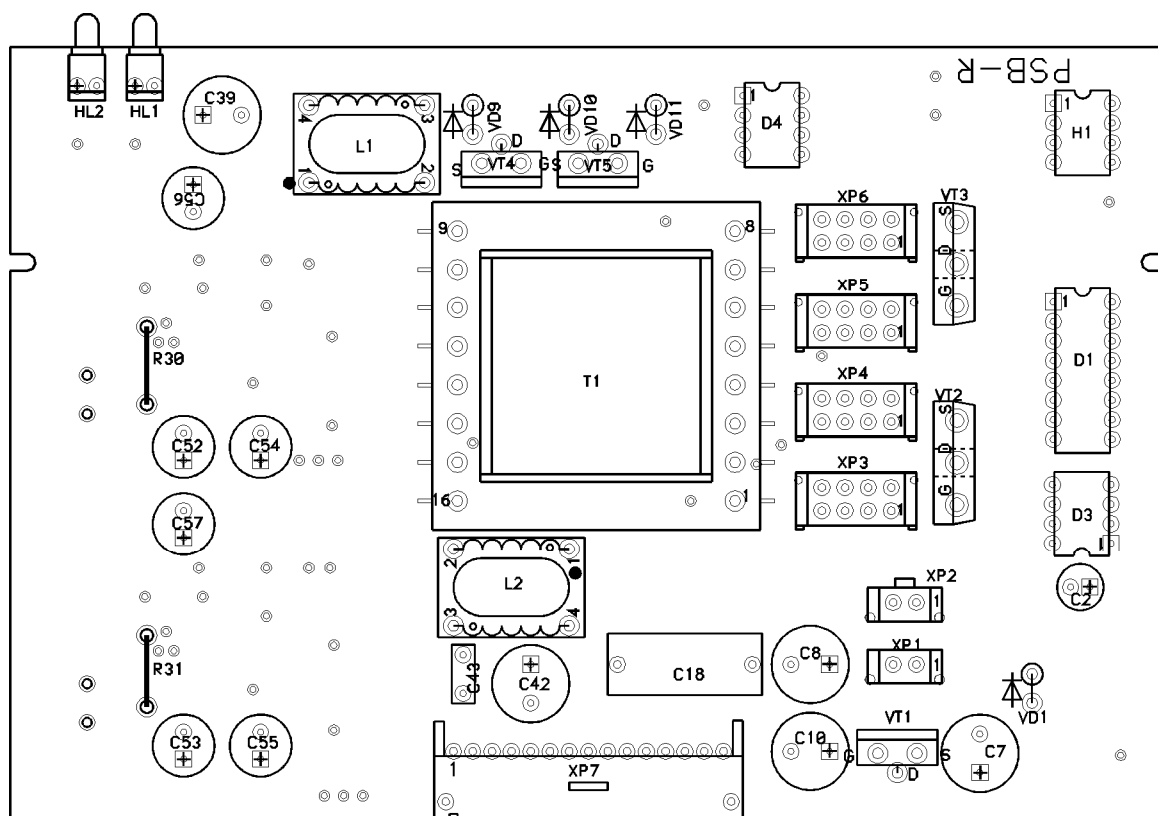

Рисунок 11
2.2.1.4 Блок питания PSB-R установить на плате кросс-Т в позицию “PSB”. На блоке питания перемычками задать входное питающее напряжение 65 В (см. рисунок 11 и п. 2.5.3).
Для питания блока PSB-R от **12 В** необходимо установить две перемычки в разъемы XP1 и XP3 (см. рисунок 11).